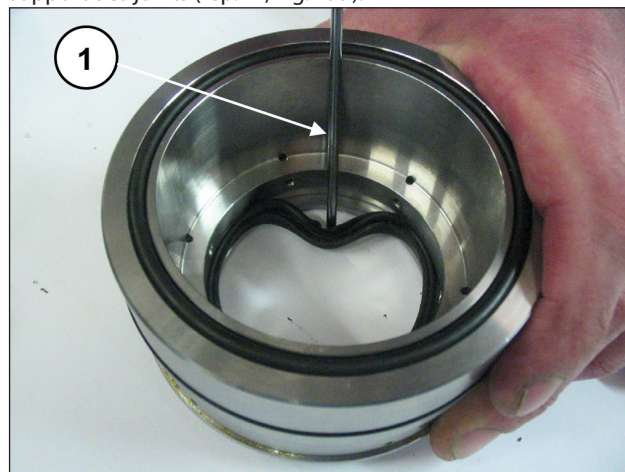

Fig. 199
Pour déposer le joint basse pression, utiliser une jauge d'épaisseur ou un outil qui n'endommage pas le siège du support des joints (rep. ①, Fig. 199).